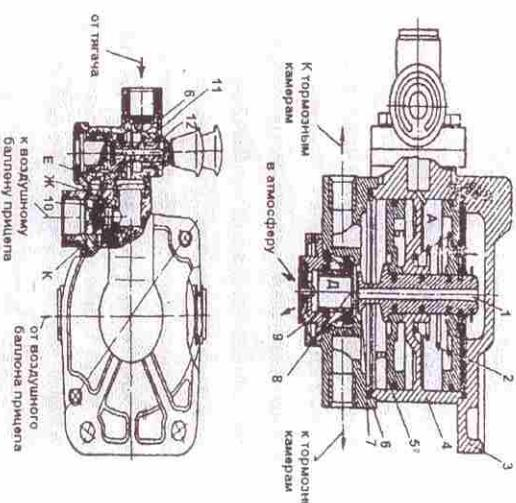

Рисунок 4 - Воздухораспределитель
3.2.1. Воздухораспределитель (рис.4, 4а) состоит из корпуса 4 с перегородкой и двух крышек 3 и 6. Внутри корпуса 4 расположен следящий механизм, состоящий из штока 1, проходящего через отверстие в перегородке и связанного с двумя поршнями 2 и 5. Шток 1 выступает за нижний поршень 5 и имеет на торце выступающей части тарелку 7.
3.2. Кран растормаживания (рис.4) крепится к воздухораспределителю и предназначен для растормаживания прицепа в отсоединенном состоянии.